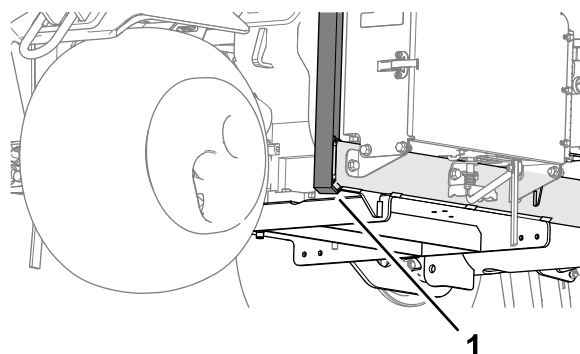

Figure 127
3. Placez le cric solidement sous le bras de support de la roue avant (Figure 127).